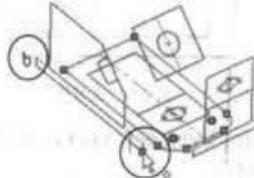
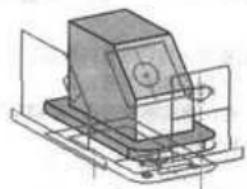

图 2-56 选取线段与点
图 2-57 拉伸特征
(13) 再次按住<Ctrl>键选取如图 2-56 所示的线段和点，单击 2D 到 3D 工具栏中的 (拉伸) 工具，单击 (深度) 按钮后，移动鼠标指针到图形区域单击如图 2-57 所示的垂直线 b 表示拉伸的高度，单击 (确定) 按钮，完成拉伸特征的绘制，如图 2-57 所示。